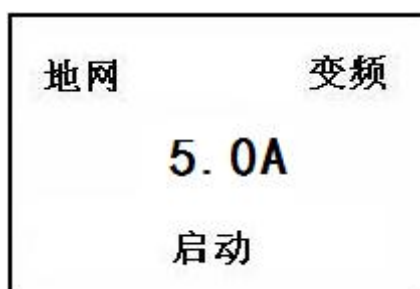

图 8 中文主菜单
(1) 打开电源开关，计算机进行自检，几秒钟后，液晶屏显示中文主菜单如图 8 所示，表示自检成功。